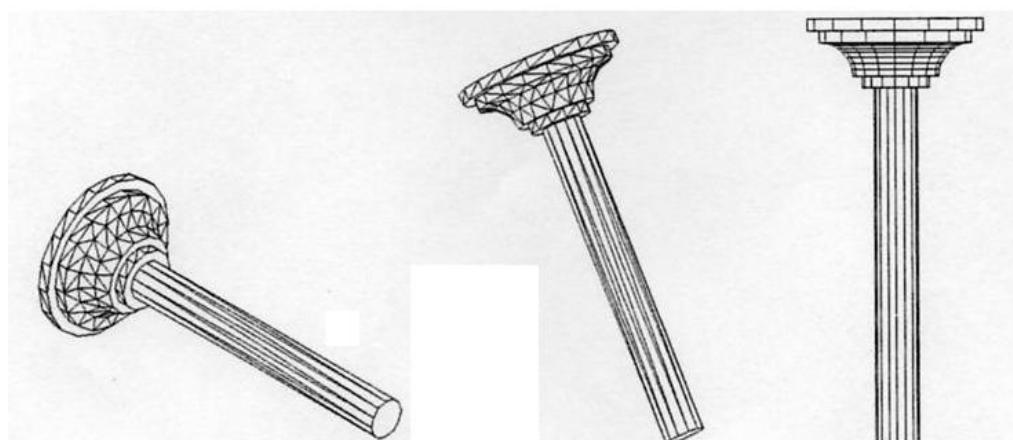

图 10-44 柱三维模型
3、绘制如图 10-44 所示的柱三维模型，尺寸没有严格限制。